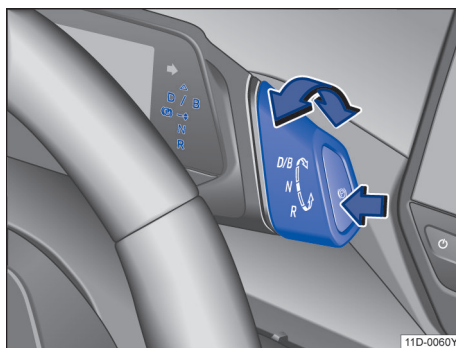

图 93 带电子驻车制动器按钮的行驶挡开关（箭头）
行驶挡开关带有一个用于电子驻车制动器的按钮 (P)。如需从空挡位置 N 切换到行驶挡，踩下制动踏板并将行驶挡开关沿所需方向转动→图 93：
若要在行驶挡 D 和 B 之间切换，一次性向前转动行驶挡开关，从位置 D/B 中换出即可→图 93。行驶挡开关此时始终被弹回。再次向前转动可以切换回行驶挡 D。